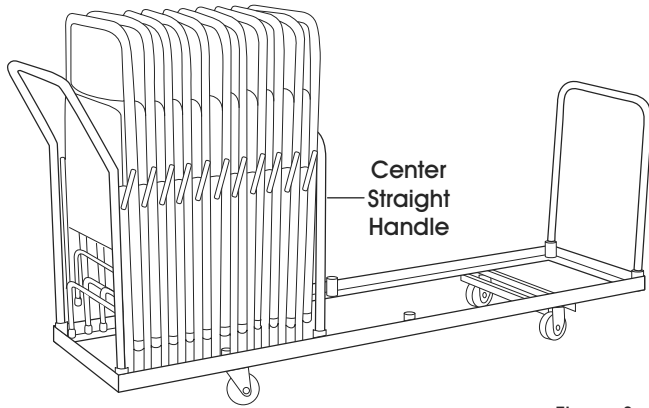

Figure 3
- If fewer than 14 chairs are stacked, start stacking chairs on the left end of the dolly. (See Figure 3)
- S'il y a moins de 14 chaises à empiler, commencez par le côté gauche du socle roulant. (Voir Figure 3)